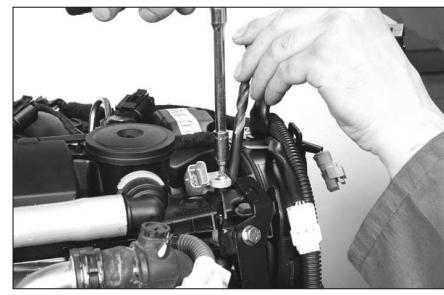

FIG. 71
- monter le capteur de position d'arbre à camées (arbre à camées piqué avec l'outil [10]). Le capteur neuf doit être mis en butée sur la cible de la poulie et le capteur réutilisé doit être mis en butée contre une pigne (un foret par exemple) de 8,5 mm de diamètre (Fig.71).